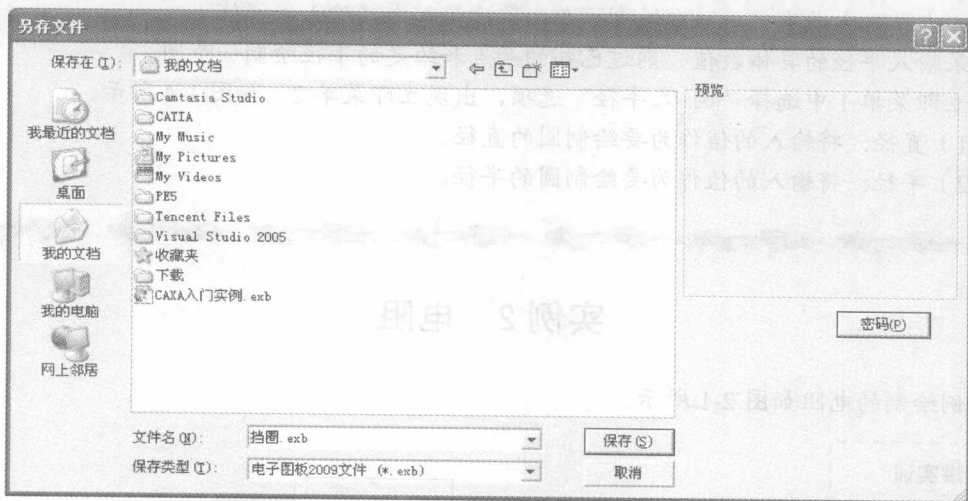

图 1-8 “另存文件”对话框
Step6 保存文件。选择菜单栏中“文件”→“保存”命令，弹出“另存文件”对话框，如图 1-8 所示，选择保存路径，输入文件名称为“挡圈”，单击“保存”按钮完成保存。